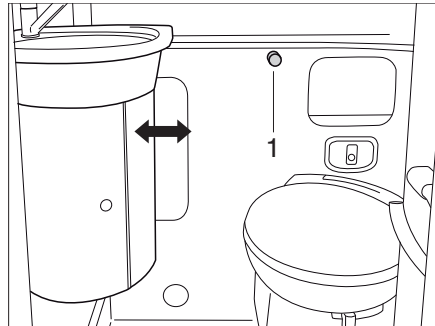

Bild 274 Variabler Waschtisch
- Verschlussknopf (Bild 274,1) nach links drehen.
- Verschlussknopf (Bild 274,1) nach rechts drehen um den Waschtisch zu verriegeln.